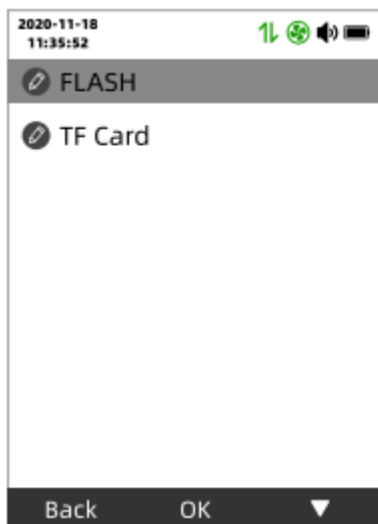
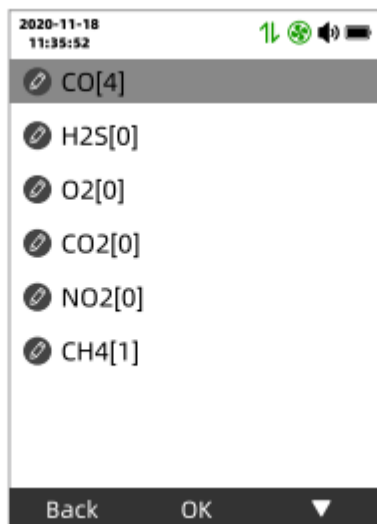

Рисунок 18
Рисунок 19
Виберіть піктограму реєстрації даних в інтерфейсі головного меню детектора та натисніть середню кнопку, щоб увійти в інтерфейс операції реєстрації даних (Рисунок 18). «Внутрішня пам'ять» використовується для перегляду інформації про запис даних, що зберігається у внутрішній пам'яті детектора. «Зовнішня пам'ять» використовується для перегляду інформації про запис даних, що зберігається на зовнішній карті пам'яті TF. Натисніть ліву кнопку, щоб повернутися до попереднього меню, натисніть праву кнопку для перемикавання параметрів меню, натисніть середню кнопку, щоб підтвердити та увійти в інтерфейс вибору каналу (Рисунок 19), натисніть ліву кнопку в цьому інтерфейсі, щоб повернутися до попереднього меню. Натисніть праву кнопку, щоб вибрати канал, і клацніть середню кнопку для підтвердження, щоб увійти в інтерфейс перегляду запису даних (Рисунок 20).
1. Якщо тестер не підтримує карту пам'яті TF, сторінка не відображається (Рисунок 18).